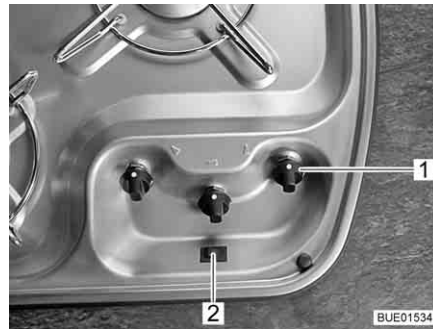

Fig. 211 Boutons de commande pour le réchaud à gaz
- Tourner le bouton tournant (Fig. 211,1) du brûleur désiré en position d'allumage (grande flamme).
- Appuyer sur le bouton d'allumage (Fig. 211,2). Le brûleur produit des étincelles.